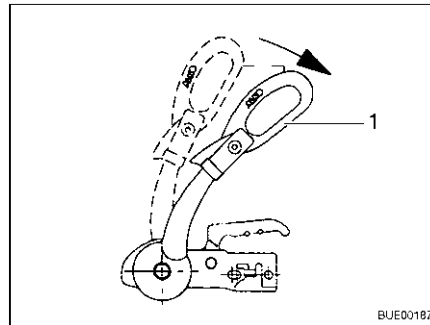

Bild 195 Stabilisierungsgriff
- Stabilisierungsgriff (Bild 195,1) öffnen.